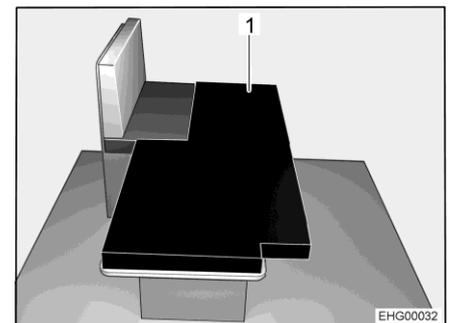

Bild 52 Nach dem Umbau
- Das Zusatzpolster (Bild 52,1) wie abgebildet auf den abgesenkten Tisch legen.